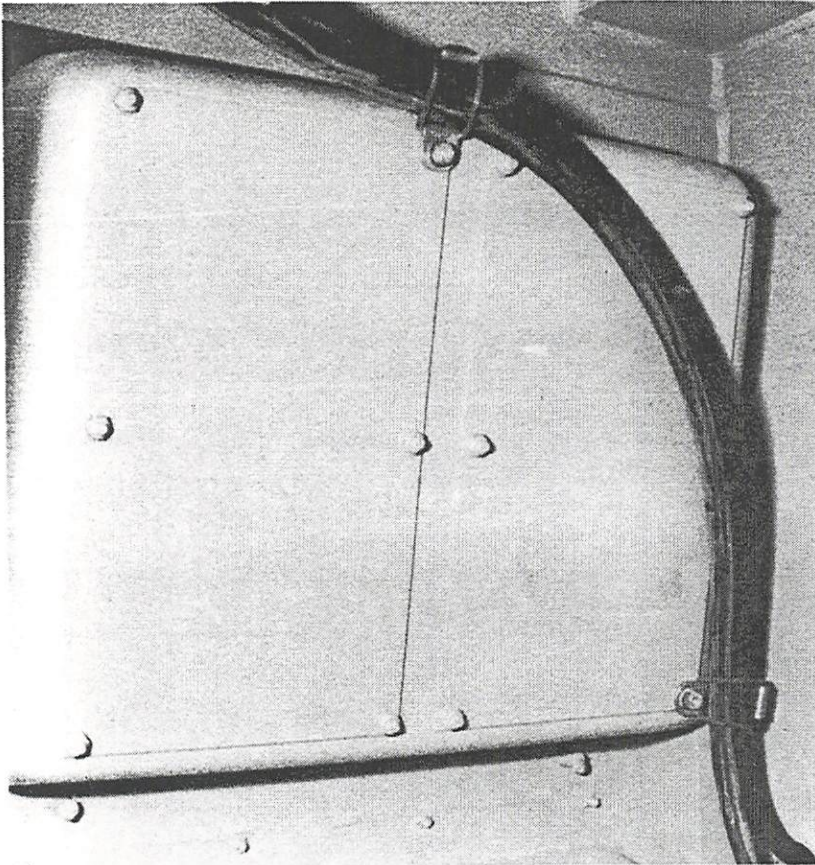

FIG.2.9 Bevestiging van antennekabels
f. Bevestig de kabels aan de kabelklemmen in het dienstencompartiment zoals aangegeven in fig 2.9 en zorg er voor dat het teveel aan kabel zich bevindt tussen de kabelklemmen in het dienstencompartiment en de antennedoorvoer.
In het dienstencompartiment aan de linkerzijde (zie fig.2.9):